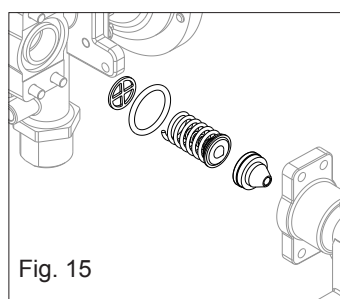

Fig. 15
- Extraire le ressort grand et l'ensemble vanne de modulation/petit ressort petit (fig. 15)
- Introduire la vanne et le grand ressort en faisant attention au sens d'introduction et s'assurer que le disque percé guide ressort soit dans la bonne position (fig. 15)